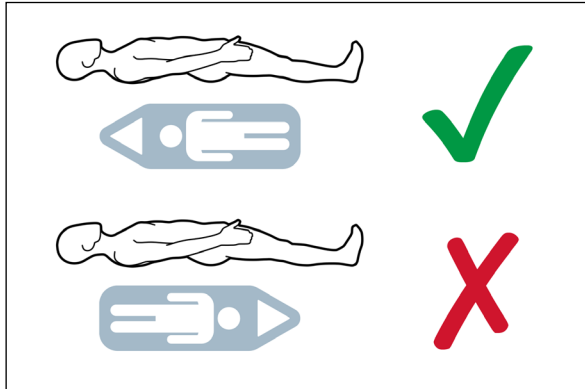
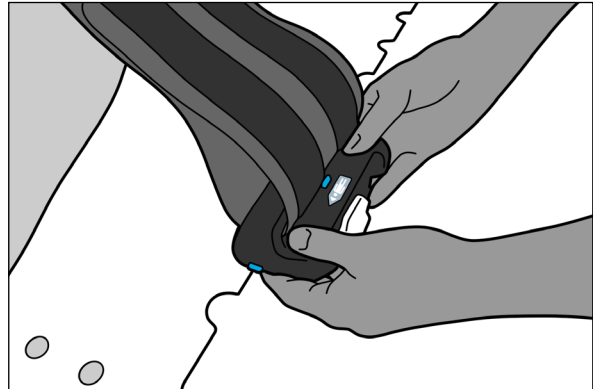

Abb. 5
Abb. 6
4. Stellen Sie sicher, dass sich der Hebel der Zifix Clamp in der entriegelten Position befindet und die Klemme korrekt ausgerichtet ist, indem die Etikettenrichtung an die obere und untere Richtung des Patienten angepasst wird (Abb. 5). Schieben Sie die Klemme anschließend fest auf den Rand der Vorrichtung, bis sie vollständig sitzt (Abb. 6 und 7).